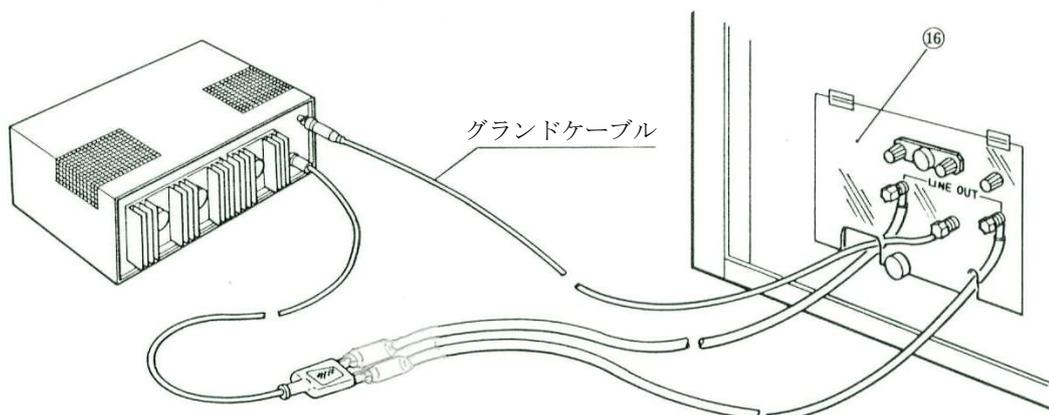
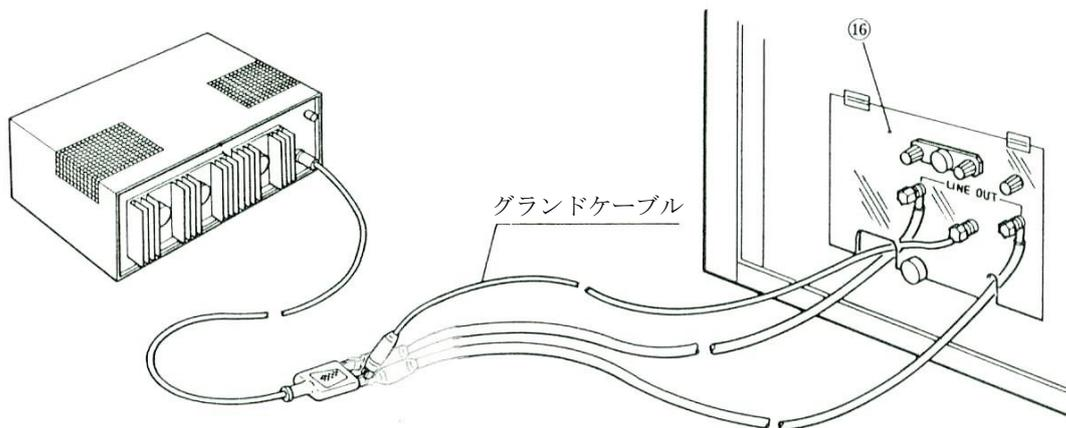

図 15
図 16
4. LINE 入力端子⑲に添付品の単相用ライン入力ケーブルのコンネクター側を接続し、圧着端子側を AC ライン供給源へ繋がします。
5. コモン・モード試験を実施する場合は、重畳切替部⑯の LINE OUT 端子と供試体を添付品の AC アウトケーブルで図 15 のように接続します。G 端子は、添付品のグラウンドケーブルで供試体の G 端子、または FG に接続します。
6. ノーマル・モード試験を実施する場合は、図 16 のように重畳切替部⑯の LINE OUT 端子と供試体を添付品の AC アウトケーブルで接続します。G 端子は、添付品のグラウンドケーブルで供試体のサージ印加相とは逆の相（例：R相にサージを印加する場合はS相）に接続します。
4. LINE 入力端子⑲に添付品の単相用ライン入力ケーブルのコネクター側を接続し、圧着端子側を AC ライン供給源へ繋がします。
5. コモン・モード試験を実施する場合は図 15、ノーマル・モード試験を実施する場合は図 16 のように、重畳切替部の各端子と供試体を添付品の AC アウトケーブルとグラウンドケーブルで接続します。
6. LINE ON ブレーカー⑰をオンにします。(LINE ON ランプ⑱点灯)